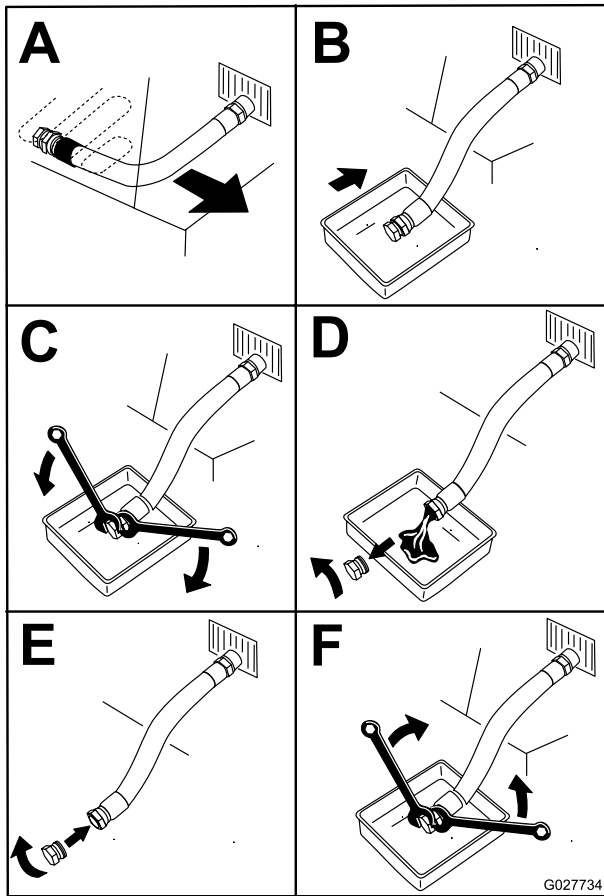

Figure 52
4. Vidangez l'huile moteur (Figure 52).